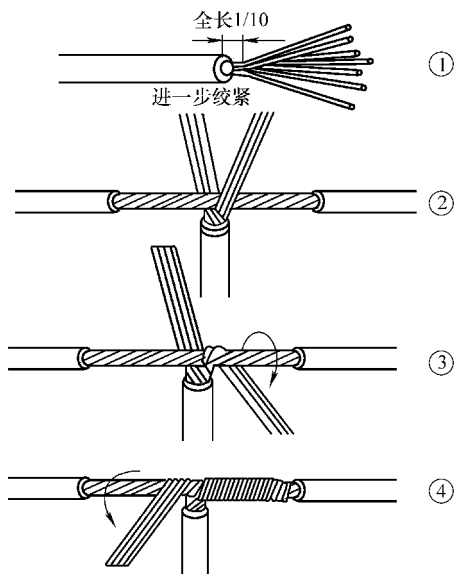

图 4-39 铜硬导线多股线的分支连接
2) 多股线的分支连接。适用于一般容量而干支线均由多股线构成的分支连接处。在连接处，干线线头剥去绝缘层的长度约为支线单根线芯直径的 60 倍，支线线头绝缘层的剥离长度约为干线单根线芯直径的 80 倍。然后按图 4-39 所示步骤操作。